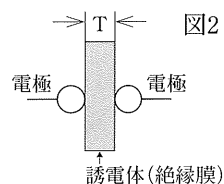

図2
2. 次に、電極の間に誘電体（絶縁膜）をおくと、誘電体の絶縁耐力でかなり高い電圧をかけても放電しません。（図2）